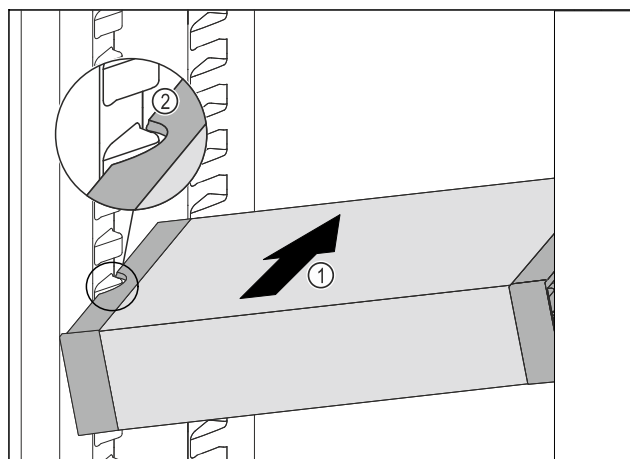

Fig. 63
- ▶ VarioSafe wsunąć ukośnie do chłodziarki Fig. 63 (1), aż boczne wycięcia Fig. 63 (2) VarioSafe będą się znajdować na wysokości żeber pojemnika w chłodziarce.